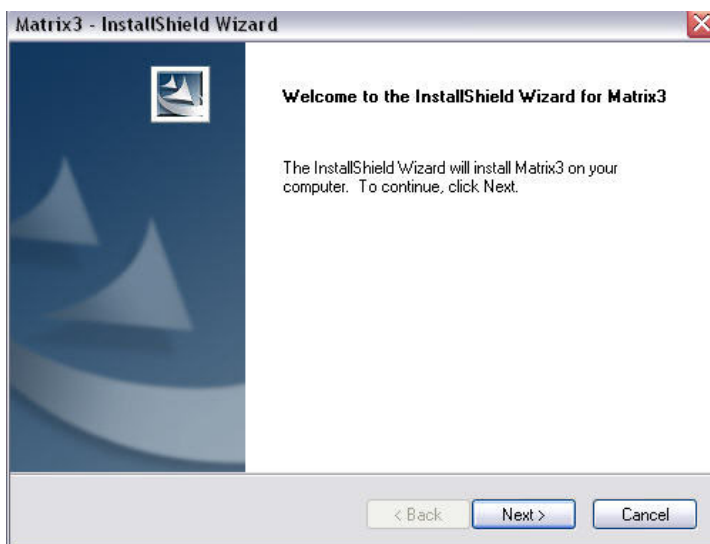

FIG. 7
8. Haga clic en Siguiente para continuar con la instalación del software y pasar al asistente InstallShield de Matrix3 (FIG. 7). Haga clic en el botón Atrás para volver a una pantalla de instalación anterior o en Cancelar para terminar la instalación del software.
9. Haga clic en Siguiente. El asistente InstallShield de Matrix 3 comienza la instalación (FIG. 7).